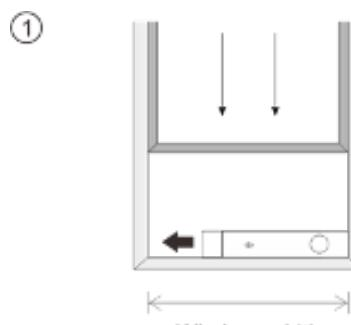

Fig.5a
Vinduesskydersættet skal installeres på »vandret« eller »lodret« måde. Som vist i Fig.5a og Fig.5b skal du kontrollere vinduets min. og maks. størrelse før installationen.
- Montér vinduessættet på vinduet (fig. 5a, fig. 5b).